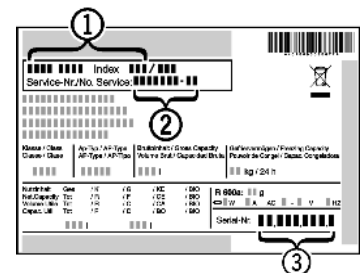

Fig. 21
- ▶ A készülék megnevezését Fig. 21 (1), a szerviz- Fig. 21 (2) és sorozatszámot Fig. 21 (3) a típusabláról olvassa le. A típusábla a készülék belsejében baloldalon található.